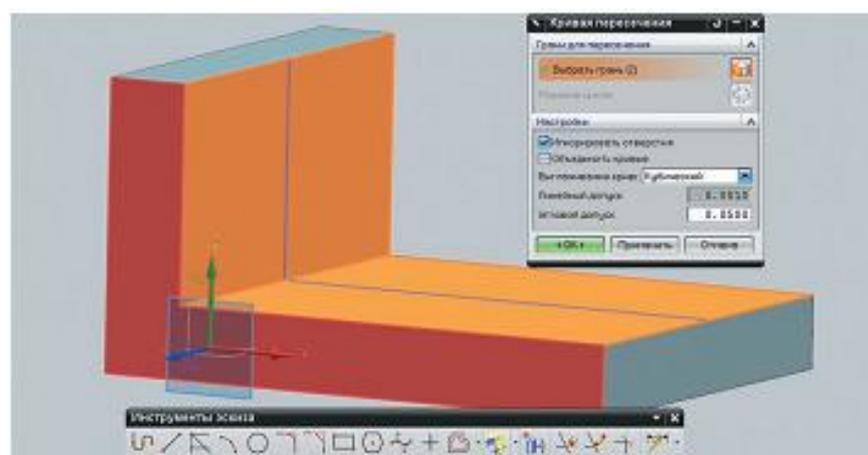

Рисунок 6.5 – Прямые пересечения с плоскостью эскиза
- С помощью команды Пересечение получите пересечение плоскости эскиза с двумя внутренними гранями (Рисунок 6.5), а затем отрезком замкните контур, соединив конечные точки кривых, и завершите построение эскиза.